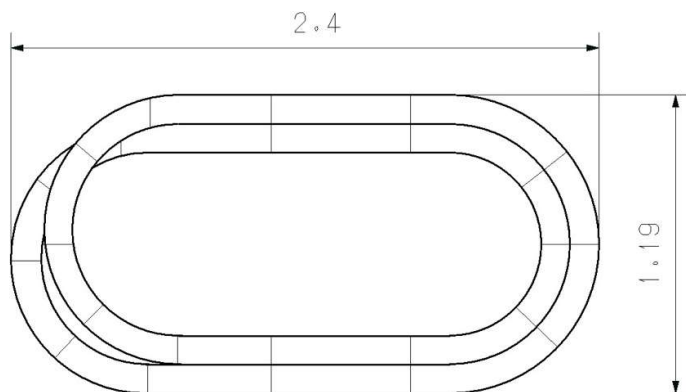

图2 车辆模型运动水平八级实操测试场地
7.2.3.2 测试场地由三轨跑道片和换道器组成封闭跑道,如图2所示,跑道宽度115 mm,隔板高度50 mm。